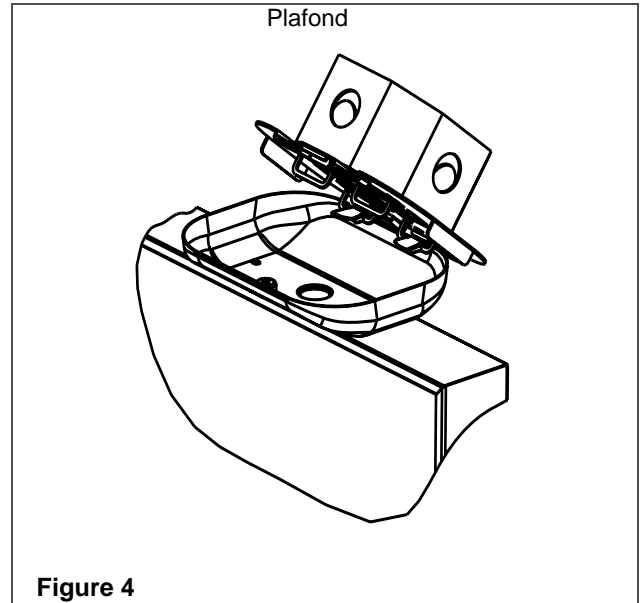

Figure 4
- f. Le socle à installation rapide comprend deux ailes pliées vers l'intérieur lui permettant d'être accroché sur les détails en "U" de la plaque de fixation facilitant ainsi le raccordement du filage (voir fig. 4). Se référer au point (6) pour compléter les branchements électriques. Pousser l'excédent de fil dans la boîte de jonction et fixer la pavillon avec la longue vis(8).